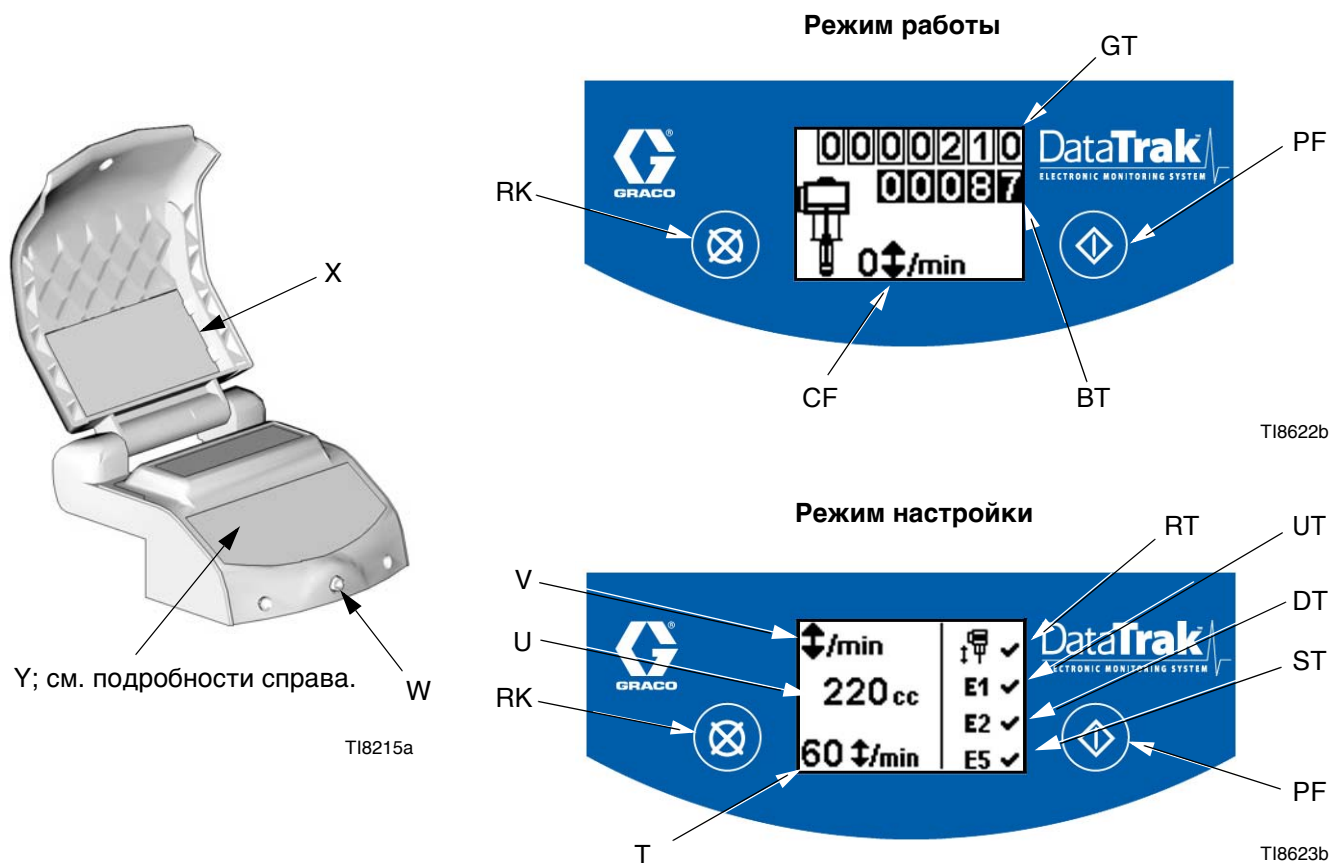

Рис. 3. Органы управления и индикаторы модуля DataTrak
Ключ к Рис. 3
1. См. Рис. 3 Нажмите и удерживайте  в течение 5 секунд, пока не покажется меню Setup (Настройка).
-  Во время разноса, опции ошибки E1, E2 и E5 разрешены, и на дисплее настройки появится знак. См. Рис. 3.
1. См. Рис. 3 Если разгон насоса происходит, соленоид разноса приводится в действие, останавливая насос. СВЕТОДИОД (W) будет мигать, и дисплей (Y) укажет состояние разгона (см. Таблица 1).
2. Для сброса монитора разгона в исходное состояние, закройте главный воздушный клапан (I). Дождитесь, пока воздух полностью не будет стравлен из пневматического двигателя, прежде чем переходить к шагу 3. Вид дисплея изменится для показа изображения, приведенного ниже.
4. Откройте главный воздушный клапан (B) для перезапуска насоса.
Для блокировки мониторинга разгона перейдите в режим настройки и установите значение разгона равным 0 (нуль) или переключите (RT) в положение Off (Выкл.)  (см. Рис. 3).
1. См. Рис. 3 Для ввода режима заливки/промывки нажмите любую кнопку для включения дисплея, а затем нажмите . На дисплее появится символ заливки/промывки и светодиод начнет мигать
См. Рис. 3 Последний разряд счетчика-сумматора партий продукции (ВТ) представляет десятки галлонов или литров. Для обнуления счетчика-сумматора нажмите любую кнопку для включения дисплея, а затем нажмите и удерживайте  в течение 3 секунд.
См. Рис. 3 Дисплей (Y) переключится через 1 минуту неактивности в Режиме работы или через 3 минуты в режиме Настройки. Нажмите любую кнопку для включения дисплея.
Модуль DataTrak может диагностировать некоторые проблемы с насосом. Если монитор обнаруживает проблему, то светодиод (W, Рис. 3) будет мигать и на дисплее появится диагностический код. См. Таблица 1.